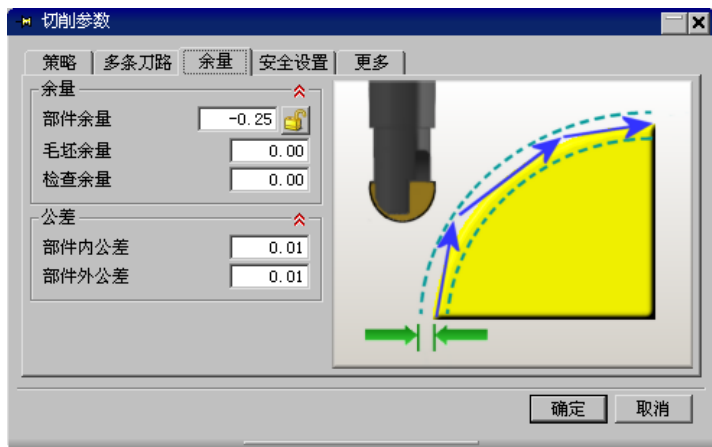

图 4.9.11 “余量”选项卡
Step2. 在“切削参数”对话框中单击 **余量** 选项卡，其参数设置如图 4.9.11 所示，单击 **确定** 按钮。